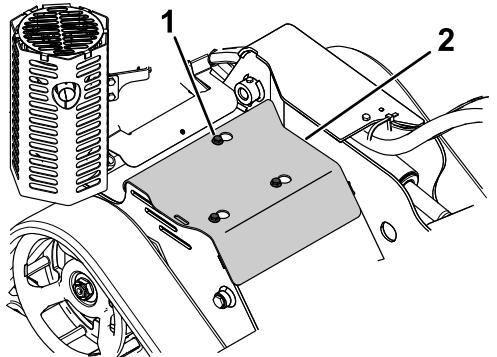

Figura 19
3. Afloje secuencialmente los 3 pernos que sujetan la cubierta al bastidor hasta que la cubierta quede suelta (Figura 19).
1. Perno (3)                    2. Chapa de cierre
5. Para instalar la tapa antes de utilizar la máquina, deslícela en su sitio y apriete los 3 pernos que aflojó anteriormente (Figura 19).